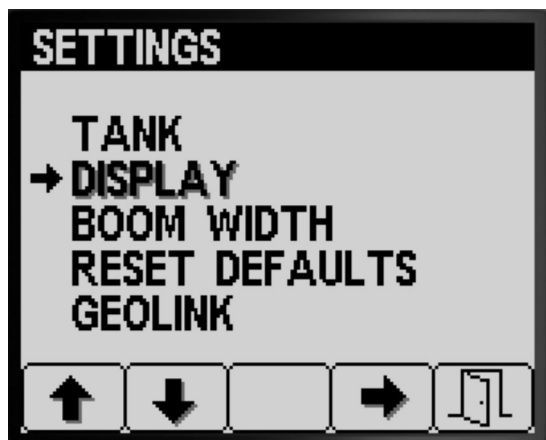

Figura 16
1. Prima o botão 1 ou 2 para navegar para a opção ECRÃ (Figura 16).
2. Prima o botão 4 para selecionar o submenu ECRÃ (Figura 16).